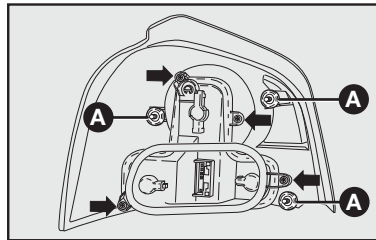

fig. 17
- 1) Por dentro do porta-malas, levantar a abertura no carpete e soltar as porcas **A-fig. 17**.
- 3) retirar o conjunto de lâmpada removendo os parafusos indicados pela setas **fig. 17**.